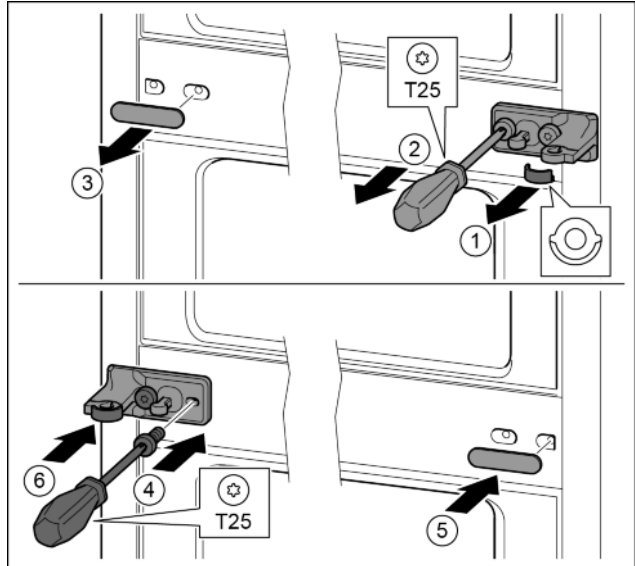

Fig. 32
- ▶ Scheibe abziehen. Fig. 32 (1)
- ▶ Schrauben mit Schraubendreher T25 herausdrehen. Fig. 32 (2)
- ▶ Abdeckung vorsichtig abziehen. Fig. 32 (3)
- ▶ Lagerbock mit Folie um 180° gedreht auf der anderen Seite fest anschrauben. Fig. 32 (4)
- ▶ Abdeckung um 180° gedreht auf der anderen Seite anbringen. Fig. 32 (5)
- ▶ Scheibe von vorn aufschieben. Fig. 32 (6)